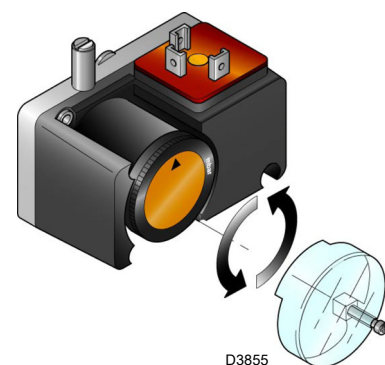

图 25
- 调节燃气阀组上的最小燃气压力开关（图 25）至量程的起始位置；
在调节燃烧器、燃气阀和阀组稳定器后，再调节低燃气压力开关（图 25）。